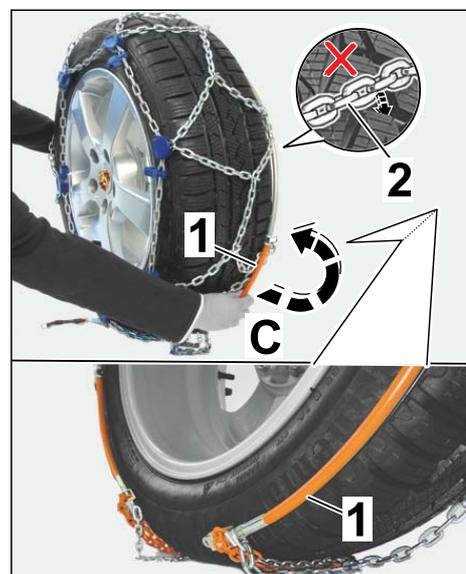

Figure 6
2.1.4 Guider les extrémités de l'étrier à ressort en acier situées sur le bas de la roue derrière celle-ci (⇒ *Figure 6 -C-*).
2.1.6 Arranger le chemin de chaîne et veiller à ce qu'aucun étançon ne se soit pris dans les sculptures (⇒ *Figure 6 -zoom-*).